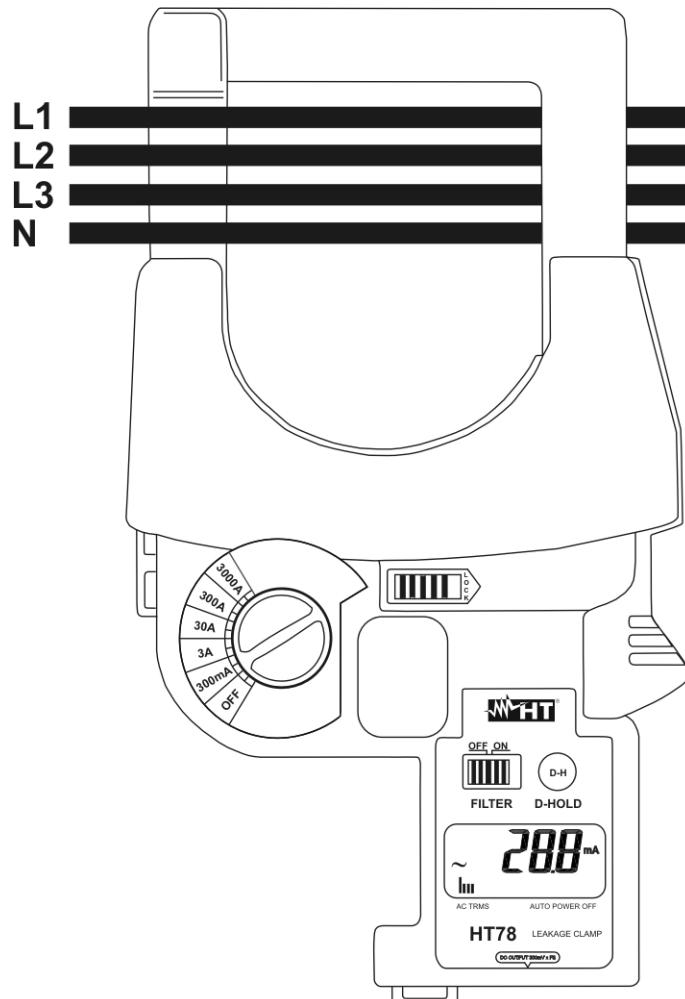

Fig. 5: Uso dello strumento per misura di corrente di dispersione in sistema Trifase
2. Agire sul selettore **FILTER** selezionando (ON) la funzione “Filtro passa-basso 150Hz” (vedere § 4.2.3)
- I conduttori L1, L2, L3 e N in caso di misura **Indiretta** come mostrato in Fig. 5 ottenendo il risultato come somma dei valori istantanei delle correnti circolanti nei singoli conduttori
- Il conduttore di terra (PE) in caso di misura **Diretta**